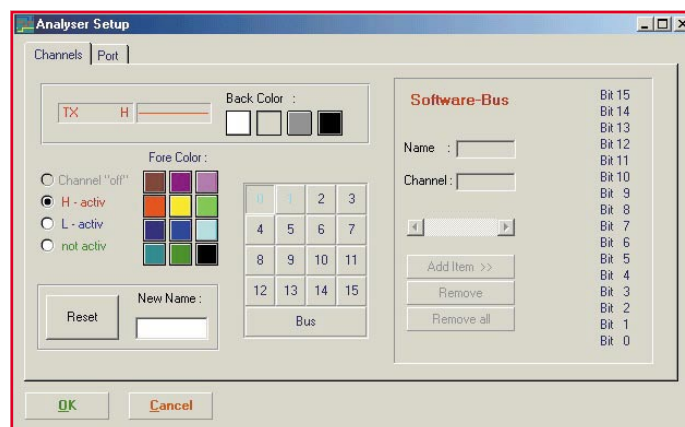

Bild 2: Neues Fenster nach Klicken auf das Schraubenschlüssel-Symbol zur Konfiguration der Kanäle
- Im ersten Schritt werden die Kanäle konfiguriert, indem man das Schraubenschlüssel-Symbol links unten anklickt. Es erscheint das in Abbildung 2 dargestellte Fenster. Das mittlere Feld stellt alle 16 Kanäle (0 bis 15) dar. Klickt man auf einen Kanal, wird links daneben im Farbfeld „Fore Color“ die Darstellungsfarbe angezeigt, die dann per Mausklick veränderbar ist. Mit dem Farbfeld „Back Color“ kann die Hintergrundfarbe der Signaldarstellung verändert werden. Links neben dem Farbfeld „Fore Color“ kann man die Kanaldaten eingeben: Ausschalten (Channel „off“), Aktivieren (not activ) oder in das Bitmuster für die Triggerung mit einbeziehen (H-activ oder L-activ). Unter diesem Feld kann über „New Name“ für jeden Kanal ein eigener Name eingegeben werden. Weiterhin lassen sich über das rechte Feld „Software-Bus“ mehrere Kanäle zu einem Bus zusammenfassen, für den dann auch spezielle Auswertemöglichkeiten zur Verfügung stehen. Die nähere Erläuterung dazu folgt später im Text anhand eines Beispiels. Nachdem alle Einstel-
- Wie bereits in Verbindung mit Abbildung 2 beschrieben, werden durch Anklicken des Schraubenschlüsselsymbols 2 Kanäle aktiviert und benannt: TX = Sendesignal, RX = Empfangssignal.